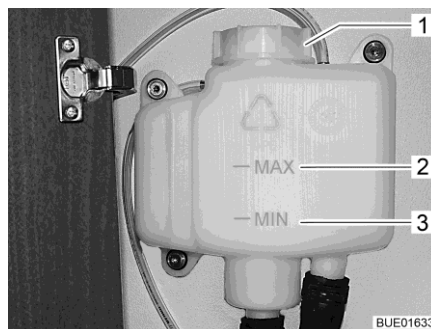

Fig. 309 Vaso d'espansione senza diaframma
- Controllare se il livello del liquido nel vaso d'espansione (Fig. 309) è tra la riga del "MIN" (Fig. 309,3) e del "MAX" (Fig. 309,2).
- Aprire il coperchio (Fig. 309,1) del vaso d'espansione.